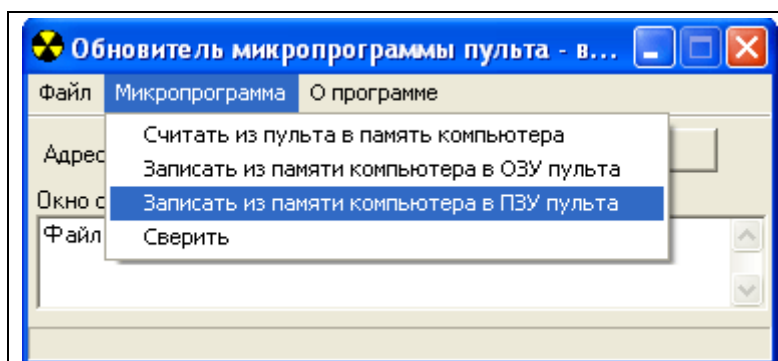

Рисунок 3.6 – Команда «Записать из памяти компьютера в ПЗУ пульта»
- 3.4 Для перепрограммирования прибора «А-20» щелчком мыши введите команду из меню программы (см. рисунок 3.6):